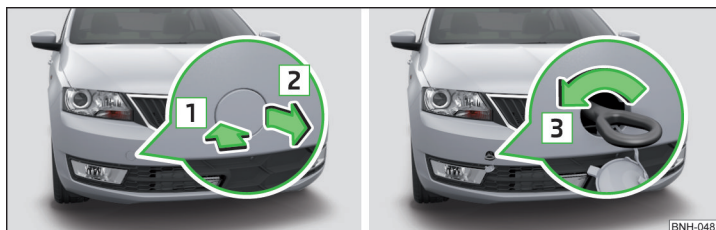

Abb. 168 Abdeckkappe abnehmen / Abschleppöse einbauen
- Zum **Abnehmen** auf die Abdeckkappe in Pfeilrichtung [\[1\]](#) drücken und diese in Pfeilrichtung [\[2\]](#) abnehmen » Abb. 168.
- Zum **Einbauen** die Abschleppöse von Hand in Pfeilrichtung [\[3\]](#) » Abb. 168 bis zum Anschlag einschrauben » !.